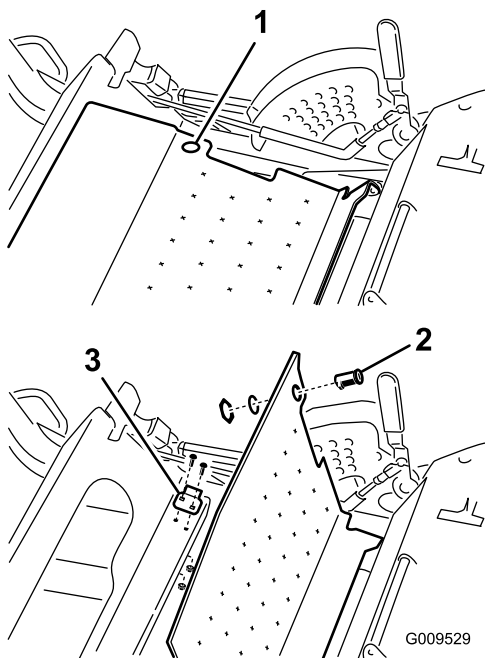

Figura 6
1. Sollevate il pianale (Figura 6).
2. Montate il fermo del pianale sul telaio (Figura 6) con 2 bulloni a testa tonda ( $\frac{1}{4}$ " x  $\frac{3}{4}$ ") e 2 dadi di bloccaggio ( $\frac{1}{4}$ ").